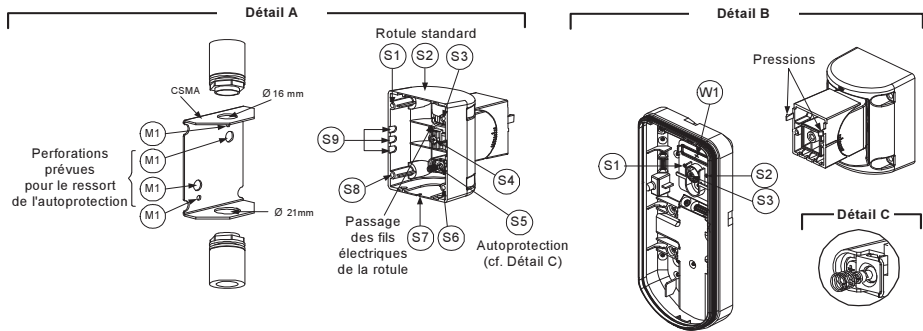

Figure 7
3. Percez les entrées pré-percées du socle externe (Figure 7, Détail B)
4. Retirez de la rotule la pastille requise pour son branchement électrique S2, S7 ou S9 (Figure 7, Détail A).
5. Retirez l'autoprotection arrière du socle interne (cf. § "Changement de position de l'Autoprotection arrière") et reliez-la au point S5 (Figure 7, Détail A) de la rotule standard.
- a. Introduisez les fils électriques externes à travers les pastilles pré-percées S2, S7 ou S9 et faites-les ressortir (y compris les fils de l'autoprotection) par le passage de la rotule prévu à cet effet (Figure 7, Détail B).
(à l'aide de l'adaptateur rotule métallique pour conduit - CSMA) (Figure 7, Détail A)
- Insérez les câbles externes et les fils électriques de l'autoprotection en partant du conduit et en passant par le passage de la rotule prévu à cet effet (Figure 7, Détail A).
Le ressort de l'autoprotection S5 (figure 7) doit toucher le mur à travers les entrées prévues à cet effet M2 ou M3 dans le CSMA. Assurez-vous d'entendre un "clic" venant de l'autoprotection lorsque vous l'accrochez au mur.
- Insérez les fils électriques de l'autoprotection ainsi que les câbles externes en partant de la rotule standard et en passant par la pastille pré-percée W1 du socle externe (Figure 7, Détail B).
9. Fixez le socle externe à la rotule à l'aide de deux vis passant par les pastilles pré-percées S1 et S2 (Figure 7).
10. Introduisez la vis de fixation d'angle fournie en partant du socle externe et en passant par la pastille pré-percée S3 de la vis de fixation d'angle, située sur le socle externe, pour atteindre la rotule standard (Figure 7).